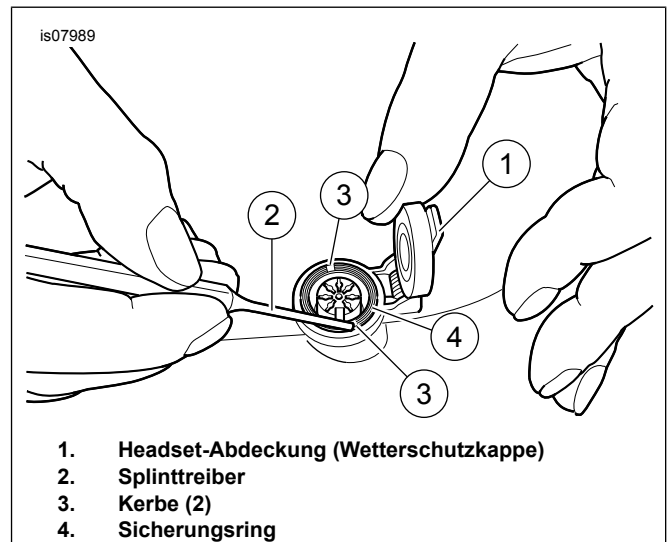
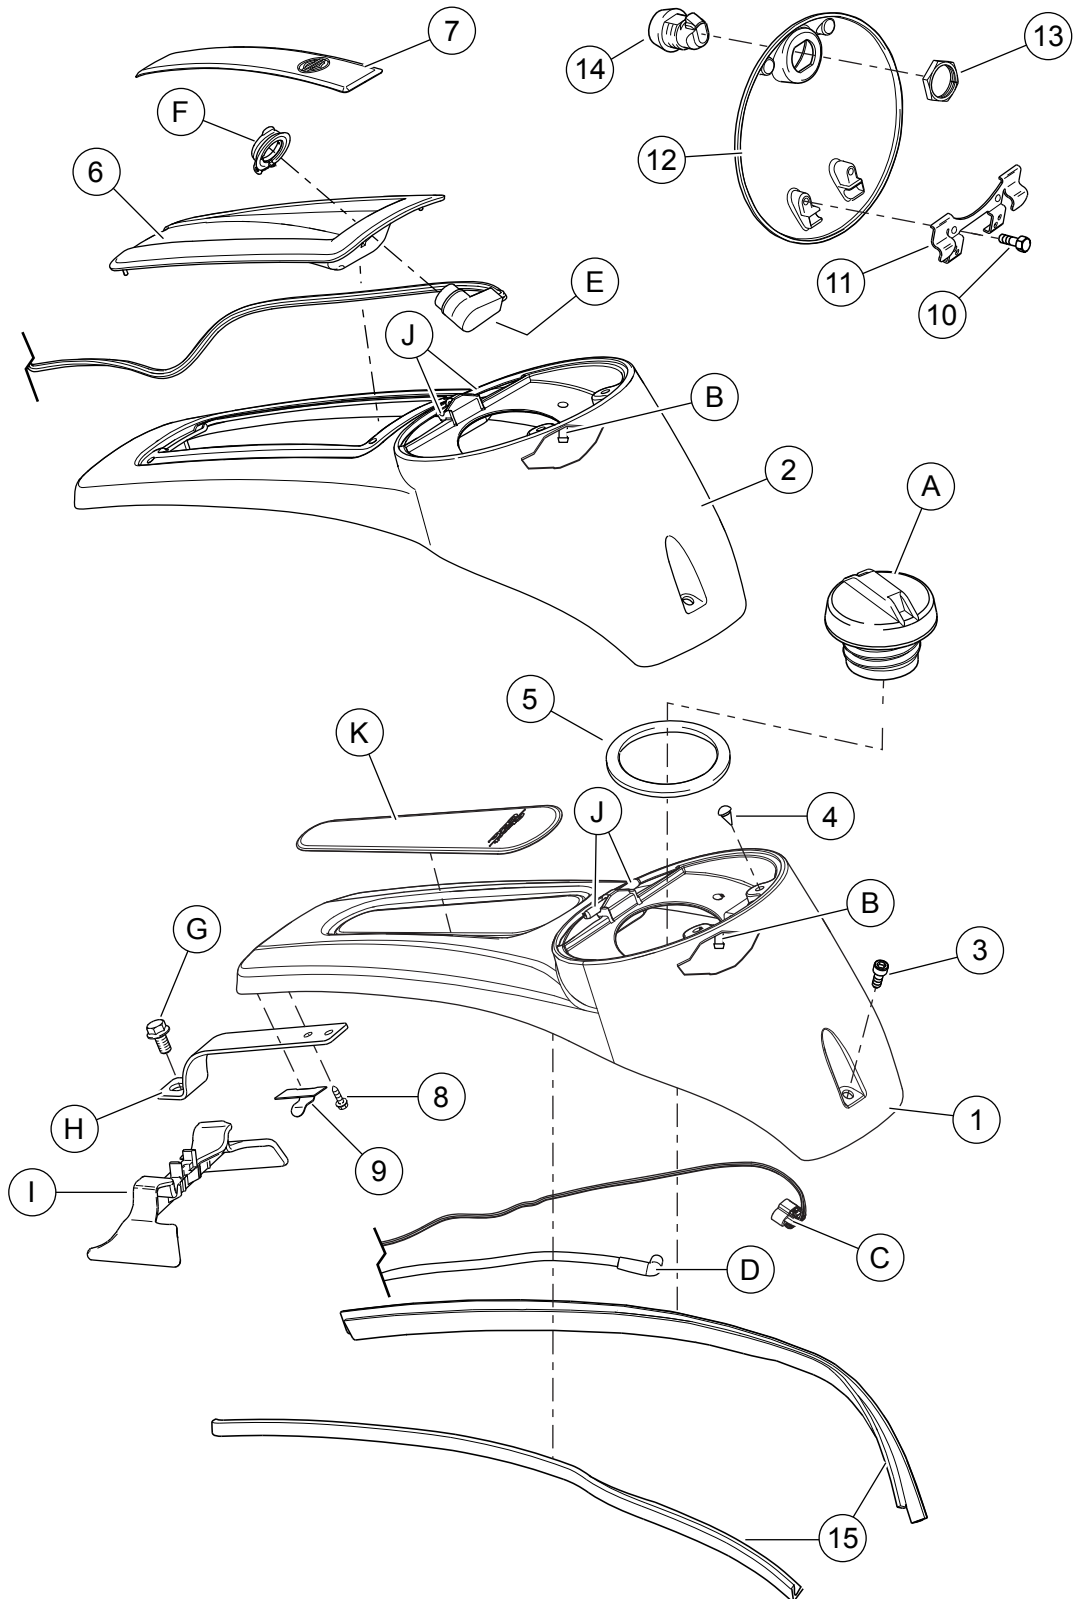

Abbildung 1. Headset-Steckverbinder-Sicherungsring entfernen/einbauen
Abbildung 2. Ersatzteile: Konsole, Kraftstoffklappe, Kraftstoffklappen-Freigabesatz
Siehe Abbildung 2 und Tabelle 1.
2. Siehe Abbildung 2. Die Kraftstoffklappe (12) öffnen. Den Kraftstofftankdeckel (A) entfernen und zur Seite legen.
3. Schraube (3) entfernen und entsorgen. Schraube (G) entfernen und aufbewahren.
4. Derzeit eingebaute Konsole (1) oder (2) langsam entfernen.
5. Die Lage und Ausrichtung des Kraftstoffpumpen-Steckverbinders (C) notieren. Den Steckverbinder ggf. aus dem Block entfernen.
6. Den Ablassschlauch (D) vom Ablassnippel (B) abziehen.
7. Den Schlauch und Kabelbaum unter den Clips (9) notieren.
8. **Modelle mit vorderem Headset-Steckverbinder:** Siehe Abbildung 1. Die Headset-Abdeckung (1) öffnen. Einen Splinttreiber (2) in eine der Kerben (3) im Sicherungsring (4) setzen. Zum Lockern nach links drehen.
9. Den Sicherungsring (4) und die Kappe (siehe Abbildung 2, Teil F) entfernen.
10. **Alle Modelle:** Siehe Abbildung 2. Schrauben (8) und Halterung (H) entfernen. Befestigungshalterung. Die Schrauben entsorgen.
11. **Wenn Kraftstoffklappe und Verriegelung/Schloss wiederverwendet werden:** Schrauben (10), Clip (11) und Kraftstoffklappe (12) ausbauen und aufbewahren.
1. Siehe Abbildung 2. Die Fläche auf der Konsole (1 oder 2) reinigen, an der der Konsoleneinsatz (6 oder K) angebracht wird.
4. **Modelle mit vorderem Headset-Steckverbinder:** Den Headset-Steckverbinder (E) durch den Einsatz (6) einsetzen
5. Die Witterungsschutzkappe über den Headset-Steckverbinder (F) schieben.
6. Siehe Abbildung 1. Den Sicherungsring (4) auf den Headset-Steckverbinder drehen; dabei müssen die Kerben (3) auf der Außenseite liegen.
7. Den Splinttreiber (2) auf eine der Kerben setzen. Nach rechts drehen, bis der Ring fest sitzt.
8. **Alle Modelle:** Siehe Abbildung 2. Die Halterung (H) einbauen. Mit **neuen** Schrauben (8) befestigen.
9. Die Gummileiste (15) an der Konsole (1 oder 2) anbringen. Die längere Kante der Gummileiste muss an der **Innenseite** liegen.
10. Die Manschette (5) mit der glatten Seite nach **oben** einbauen.
11. Die Puffer (4) wie dargestellt in die Konsole einbauen.
12. Den Ablassschlauch (D) und die Kabel (C oder E) unter der Konsole verlegen. Zur Befestigung die Clips (9) anbringen.